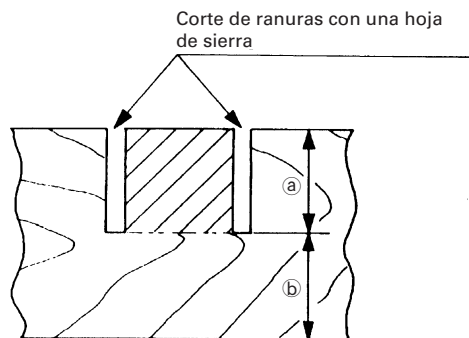

Fig. 47
Las ranuras podrán cortarse en la pieza de trabajo como se indica en la Fig. 47 regulando el perno de ajuste de profundidad de 8mm.
- (1) Afloje la tuerca de aletas de 8mm y gire el perno de ajuste de profundidad de 8mm con la mano.
- (2) Ajuste la profundidad de corte deseada regulando la distancia entre la hoja de sierra y la superficie de la base (consulte ⑥ de la Fig. 47).
- (3) La tuerca de aletas 8mm deberá quedar adecuadamente apretada después de haber finalizado el ajuste.